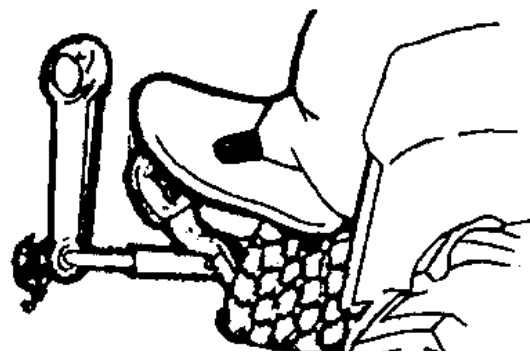

Рис. 14. Нажатие на педаль муфты сцепления
- Выключить муфту сцепления (См. Рис.14), нажать на педаль сцепления.